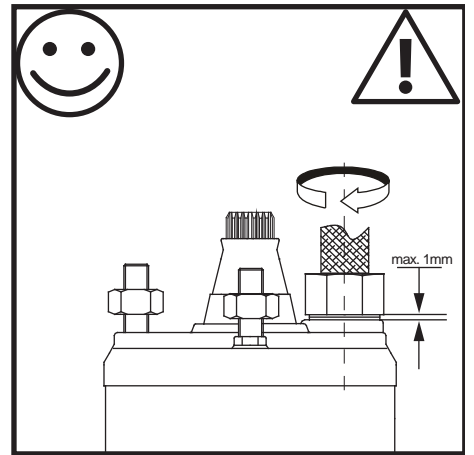

Fig.: 9
4. Insertar el conector en la hembra hasta que la rosca de la hembra se pueda ver de nuevo. Pase el racor por encima del conector (Fig. 9/ 10).